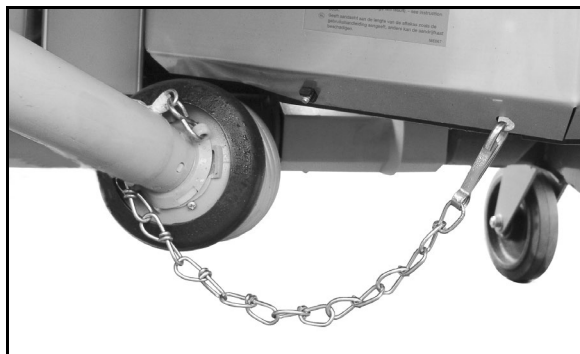

Рис. 54
13. Закріпіть захисний кожух карданного вала за допомогою ланцюжка на машині для запобігання провертанню (Fig. 54).